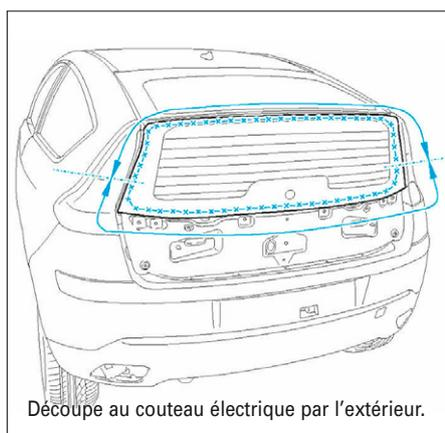

FIG. 87
- Découper le cordon de colle de la lunette verticale (Fig.87 ou 88).